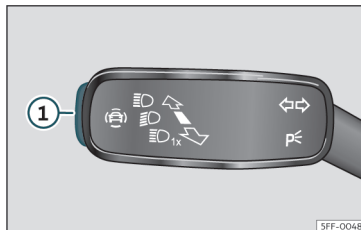

Abb. 61 Am Blinker- und Fernlichthebel: Taste für die Fahrerassistenzsysteme (modellabhängig).
- Taste »> **Abb. 61** ① kurz drücken, um das Menü **Assistenten** zu öffnen.